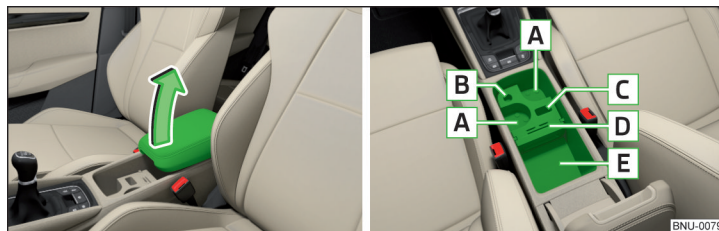

Fig. 113 Ouverture du vide-poches/intérieur du vide-poches
- Pour **ouvrir** le vide-poches, soulevez l'accoudoir jusqu'à la butée » fig. 113.
Intérieur du compartiment » fig. 113;